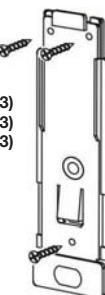

Abb. 3)
- Wandplatte mit Dübeln und Schrauben befestigen (Abb. 3), (nicht notwendig, wenn Wandplatte bereits vorhanden)